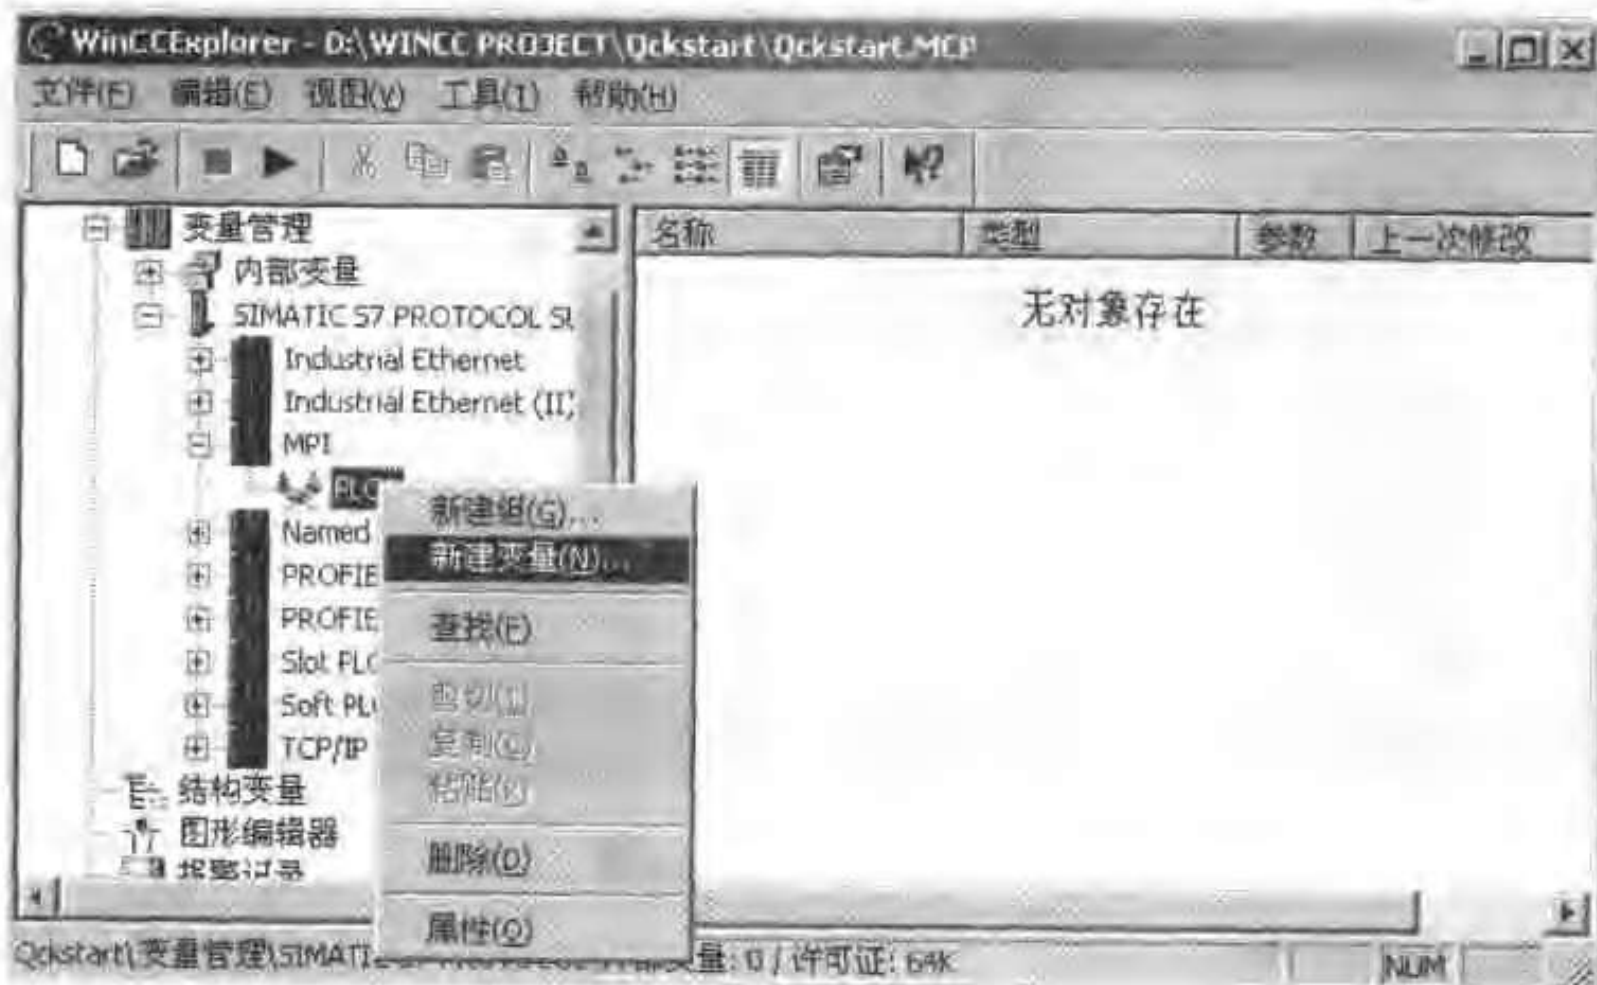

图 3-7 建立一个过程变量
- 单击“变量管理”>SIMATIC S7 PROTOCOL SUITE>MPI 前面的“+”，展开各自节点，右击出现的节点 PLC1，在快捷菜单中选择“新建变量”菜单项，如图 3-7 所示。